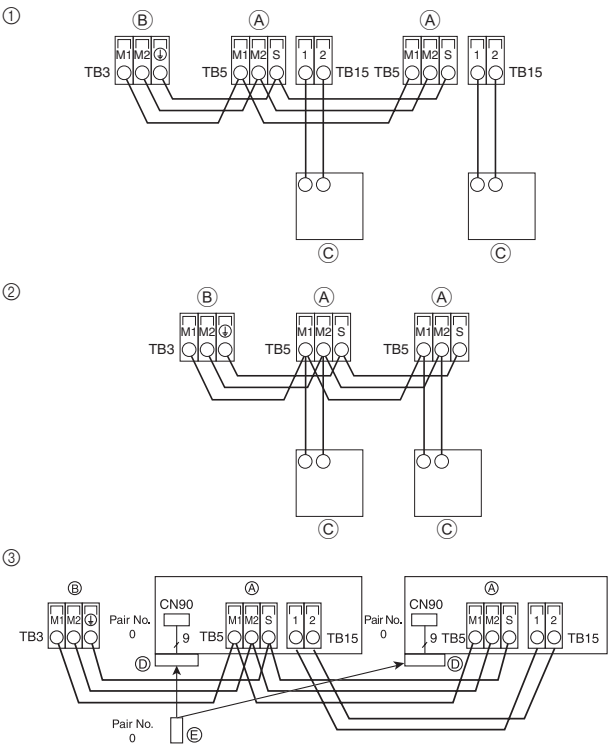

Fig. 6-3
6.4. Conexión de los cables de transmisión del mando a distancia y de las unidades exterior e interior (Fig. 6-3)
- ① Mando a distancia MA
- ② Mando a distancia M-NET
- ③ Controlador remoto inalámbrico (al instalar un receptor de señales inalámbricas)